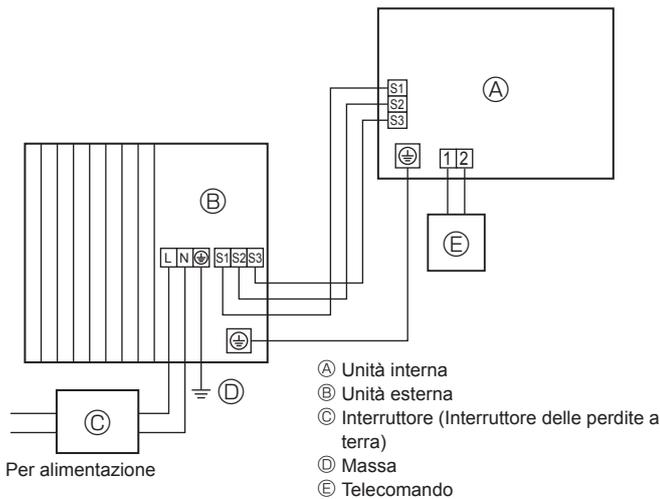
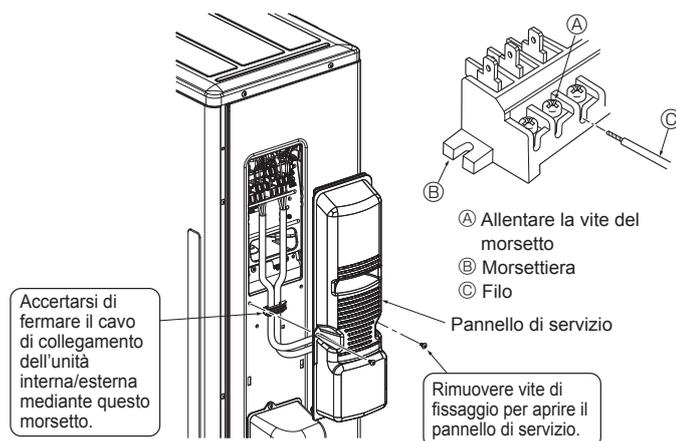
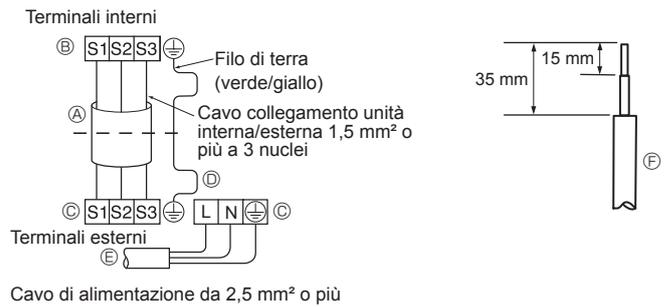

Fig. 6-1
Fig. 6-3
Fig. 6-2
### 6.1. Unità esterna (Fig. 6-1, Fig. 6-2, Fig. 6-3)
- ① Rimuovere il pannello di servizio.
- ② Collegare i cavi facendo riferimento alla Fig. 6-1, Fig. 6-2 e Fig. 6-3.
- Eseguire i collegamenti elettrici seguendo lo schema ripreso qui sotto a sinistra. (Procurarsi il cavo localmente) (Fig. 6-2)